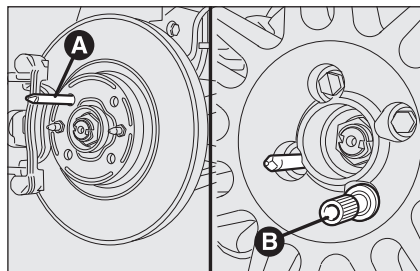

fig. 9
- ☐ visser le pion de centrage **A**-fig. 9 dans l'un des trous des boulons présents sur l'enjoliveur;